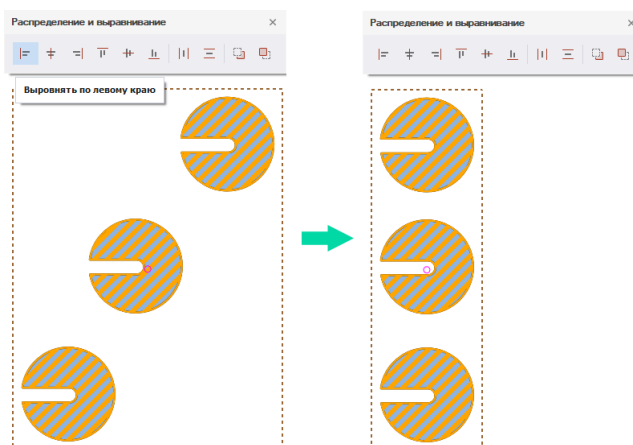

Рис. 246 Выравнивание по левому краю
2. На панели «Распределение и выравнивание» выберите инструмент «Выровнять по левому краю», который обозначен символом , см. Рис. 246.